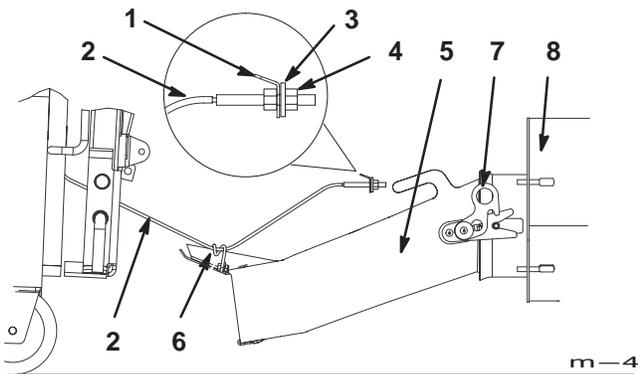

Figure 37
14. Faites passer le câble de la boîte à air sous le siège. Soulevez le siège pour accéder au câble de la boîte à air. Placez le câble dans le support et installez la rondelle et l'écrou (Fig. 37).